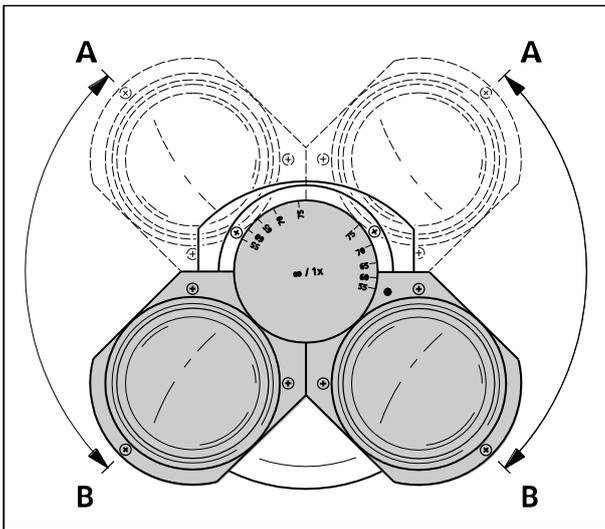

图 3-45 设置双目镜筒的观察高度
- 若要自定义每个人的观察高度，请向上 (图 3-45/A) 或向下 (图 3-45/B) 转动目镜插孔。